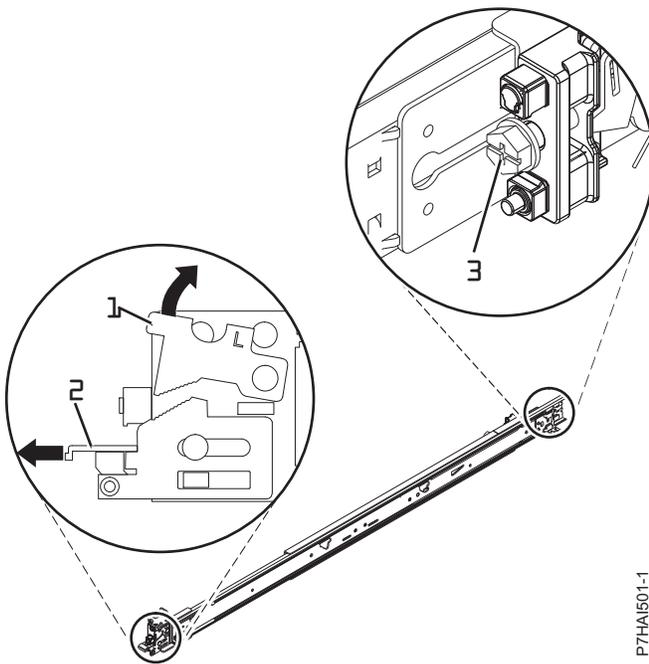

Figura 2. Abrindo a Trava Frontal e Removendo o Parafuso Traseiro
- Empurre para cima a aba de travamento (1) na parte frontal e retire a trava frontal (2) na parte frontal do trilho. Em seguida, remova o parafuso da parte traseira do trilho (3). Para obter detalhes, consulte Figura 2.